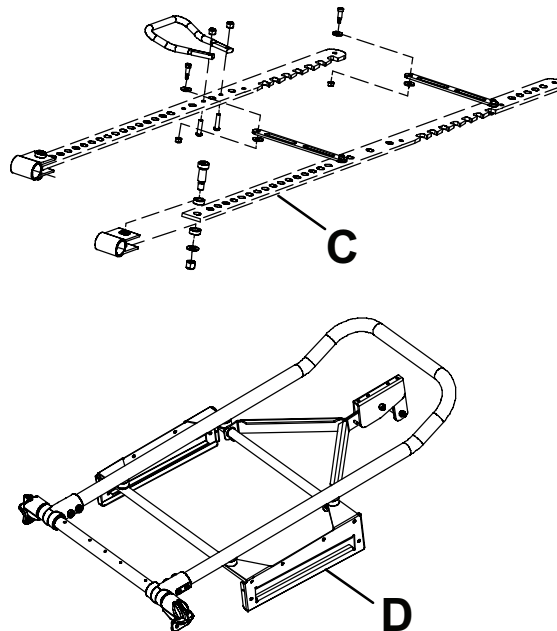

Abbildung 26 – Höhenverstellungsschienen und Schiebeplatten
4. **Tri-Flow™** auf die rechte und linke Höhenverstellungsschiene auftragen (C) (Abbildung 26). Auf eine gleichmäßige Applikation achten.
5. **Tri-Flow™** auf die rechte und linke Schiebeplatte (D) auftragen (Abbildung 26). Auf eine gleichmäßige Applikation achten.